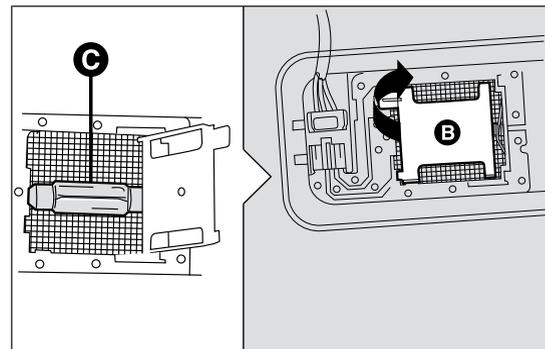

fig. 155
- sostituire la lampada C fig. 155 svincolandola dai contatti laterali, inserire la nuova lampada accertandosi che la stessa risulti correttamente bloccata tra i contatti stessi;